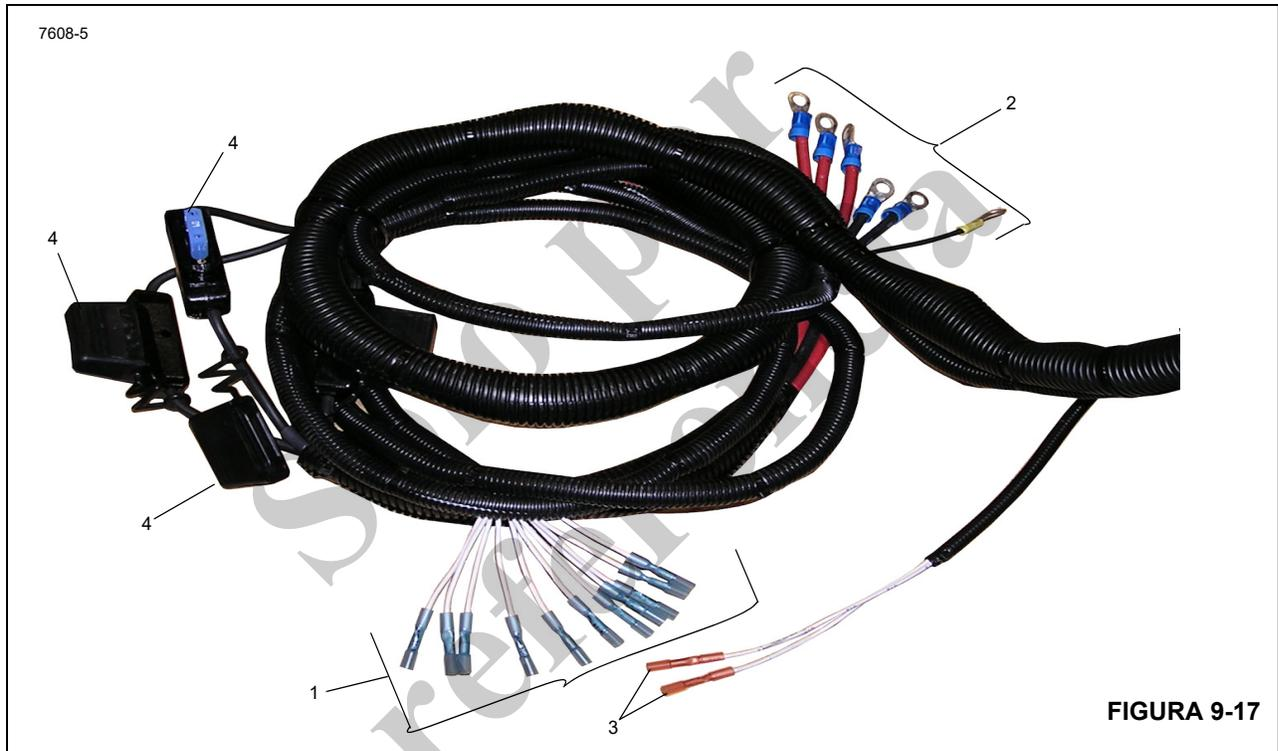

FIGURA 9-17
- Use el artículo 3, Figura 9-17, para conectarse a las luces delanteras del camión. Conecte el alambre 1403 para conectar el arnés de luces del camión y el conector 51A a la puesta a tierra del camión.
- NOTA:** El tipo de acelerador provisto con el camión determina si se necesitan tres o seis conductores (1, Figura 9-17).
Arnés de conexión al camión (artículo N° 1 - Figura 9-17)
Arnés de batería del camión (artículo N° 2 - Figura 9-17)
Luces de posición delanteras de la grúa (artículo N° 3 - Figura 9-17)
Arnés de batería del camión (artículo N° 4 - Figura 9-17)
Luces de posición traseras de la grúa (no se ilustran en la Figura 9-17)